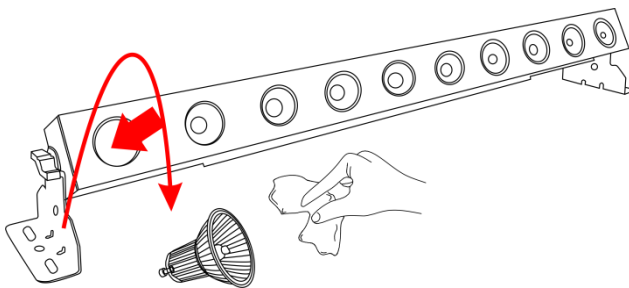

Abb.07
- 06) Stecken Sie die Lampenpins in die kleinen Öffnungen der Lampenfassung. Drücken und drehen Sie die Lampe im Uhrzeigersinn (Abb. 07).